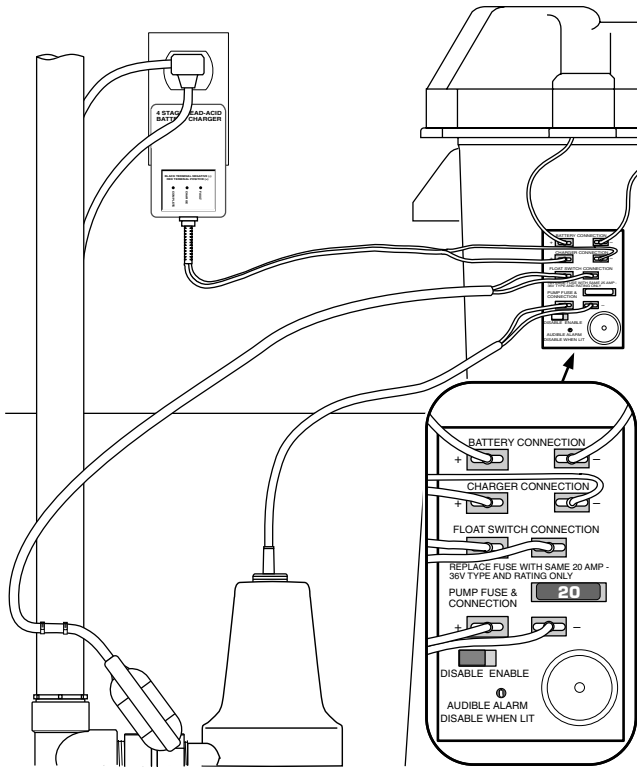

Figura 9 – Conexiones de cables MBSP
1. Aplique dos trozos de cinta de dos lados (suministrada, clave No. 9) a la parte posterior de la caja de empalme. Oprima la caja de empalme sobre la caja de la batería según se ilustra en la Figura 9 y en la página 43 (vista esquemática).
2. Conecte el cargador según se ilustra en la Tabla 1 y en la Figura 9.